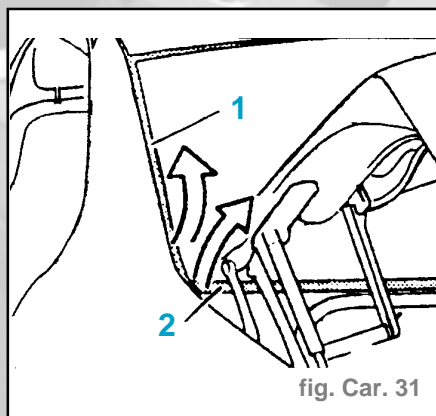

fig. Car. 31
- Sortir les joints (fig. Car. 31).